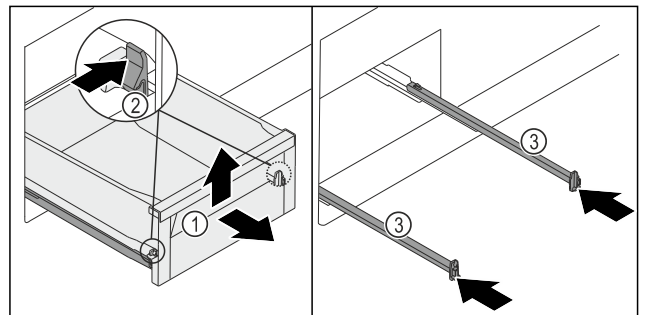

Fig. 134
- Schubfach Fig. 134 (1) bis zum Anschlag herausziehen.
- Klemme Fig. 134 (2) links und rechts gleichzeitig nach innen drücken.
- Schubfach Fig. 134 (1) löst sich von den Schienen.
- Schubfach Fig. 134 (1) vorne hochheben.
- Schubfach Fig. 134 (1) nach vorne entnehmen.
- Schienen Fig. 134 (3) einschieben.